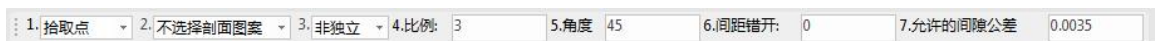

图 2-42 剖面线立即菜单
【剖面线】功能使用立即菜单进行交互操作，调用【剖面线】功能后弹出如图 2-42 所示的立即菜单。
- 1) 执行剖面线命令，在如图 2-42 弹出的立即菜单【1:】中选择【拾取点】方式。
- 1) 执行剖面线命令，在如图 2-42 弹出的立即菜单【1:】中选择【拾取边界】方式。